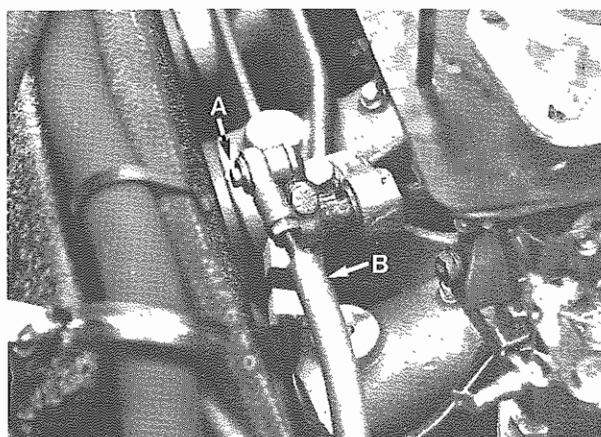

Fig. 2 - A - Perno di fissaggio asta
- Smontare l'asta comando kick-down (**Fig. 2**).
- Disassemble kick-down control rod (**Fig. 2**).
- Spine di centraggio (**Fig. 2**).
- Centering dowels (**Fig. 2**).